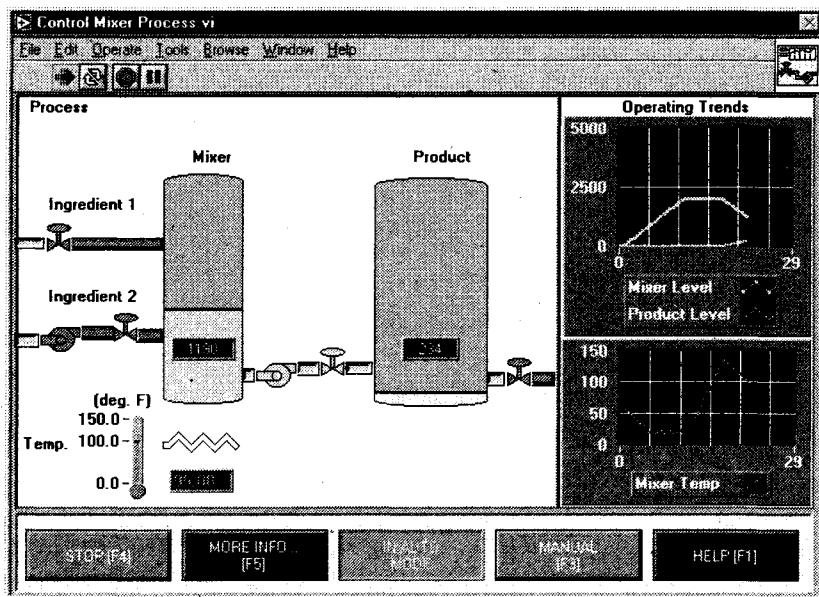

Рис. 16.12
9. Лицевую панель ВП, изображенную на рис. 16.12, можно найти в примерах полной версии LabVIEW (`examples\apps\demos.llb\Control Mixer Process.vi`). На этой лицевой панели наряду с некоторыми другими используются те же логические элементы управления, которые вы только что создавали.